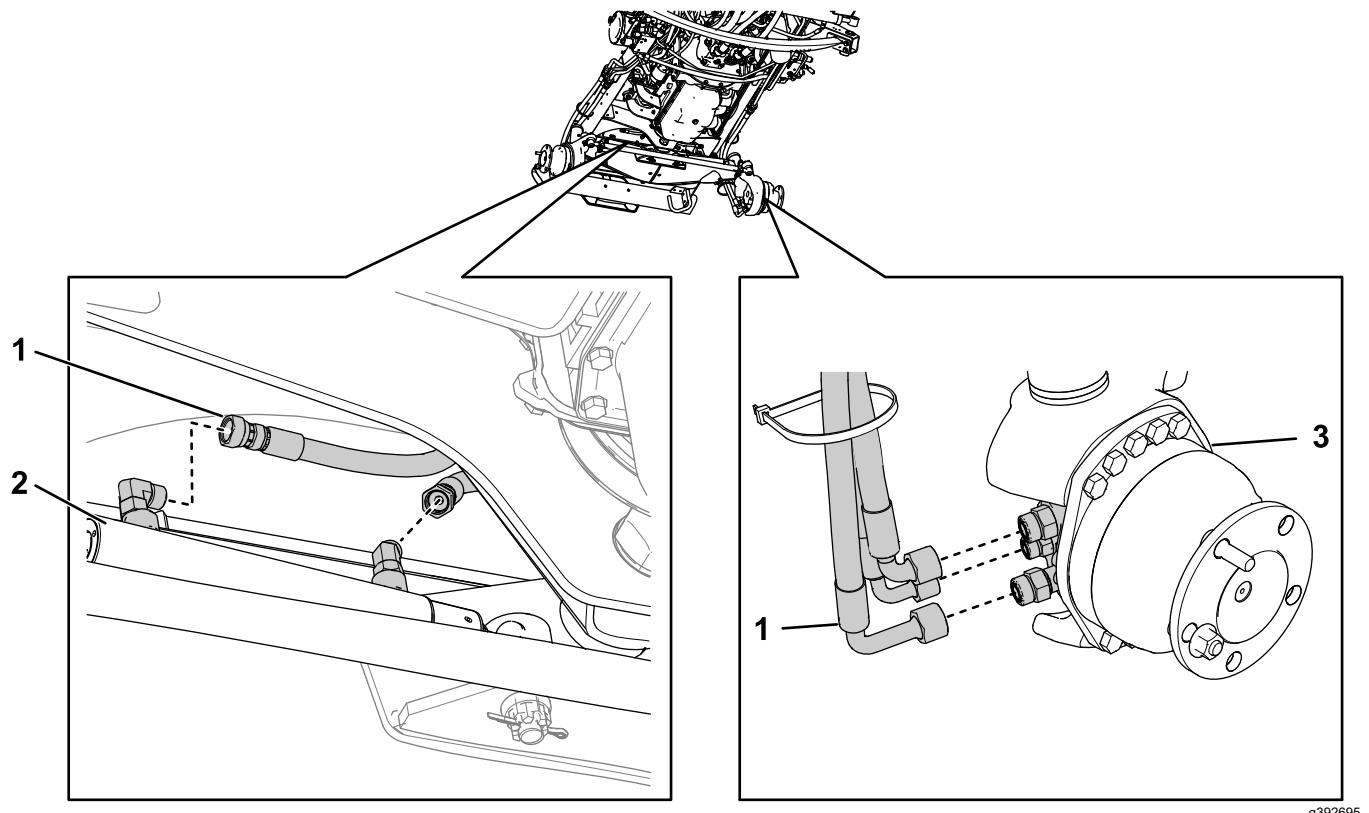

図 5
4. ステアリングシリンダと後ホイールモータに接続されている油圧ホースをすべて外す図5。マシンの両側でこの作業を行う。